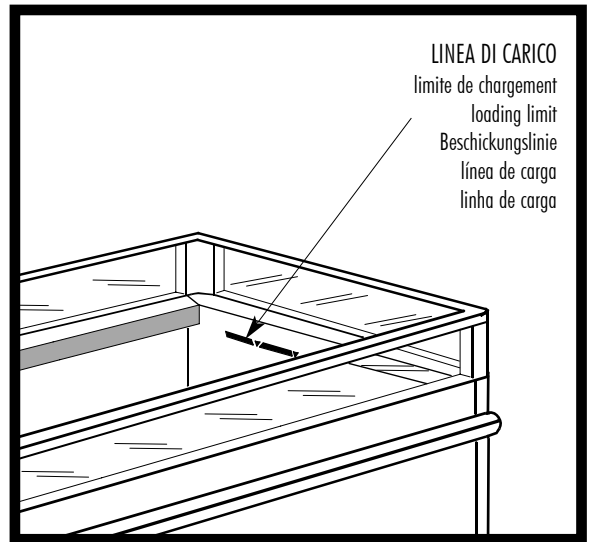

fig. 13
- che non superi la linea di carico richiamata in fig. 13 a pag. 5.